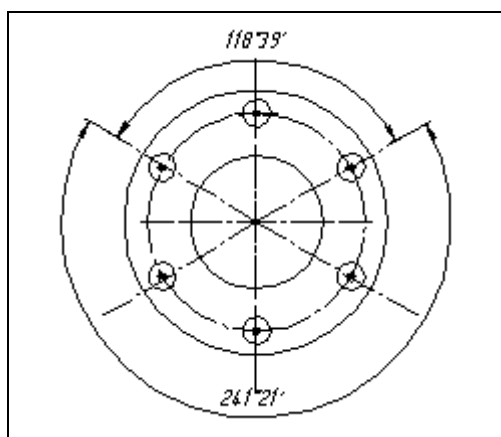

**Рис. 11.12.** Простановка угловых размеров
- ♦ выберите положение размерной надписи (точку **т3**). Вы можете задать его трех видов, как на рис. 11.12;